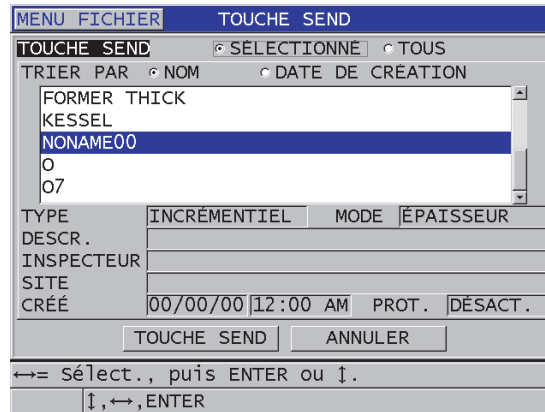

Figure 14-6 Sélection d'un fichier à transmettre
4. Dans l'écran **TOUCHE SEND** (Figure 14-6 à la page 289), faites ce qui suit :